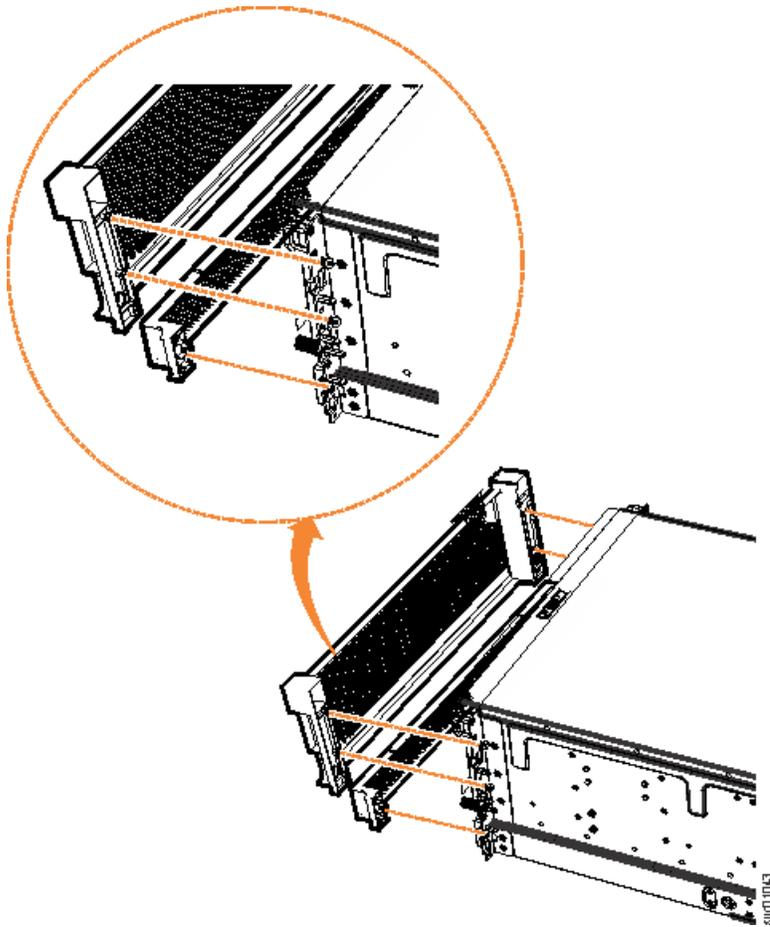

図 29. 拡張エンクロージャの鼻隠しコンポーネントの再取り付け
52 ページの図 29 に示すように、このアクションにより、鼻隠しの背面のねじ穴がエンクロージャの前面フランジのねじ穴の位置に正しく合わされます。
3. 電源機構装置 (PSU) を覆う下段 1U 鼻隠しを再取り付けします。52 ページの図 29 に示すように、鼻隠しをエンクロージャの位置に正しく合わせ、シャーシの所定の位置にカチッと収まるまで慎重に押し込みます。